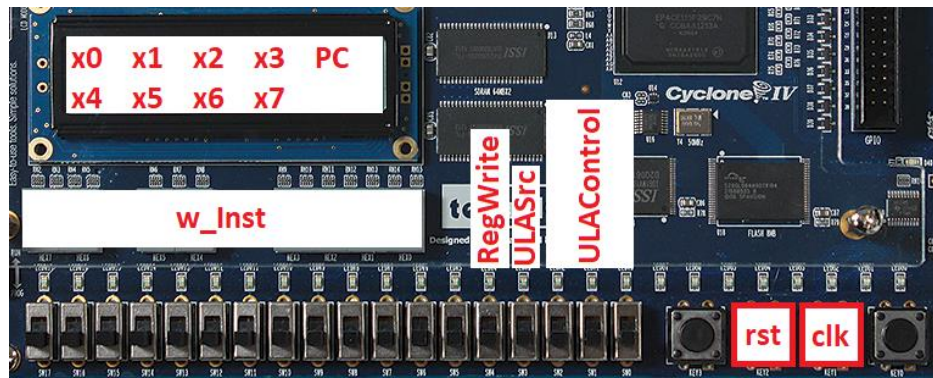

Figura 6 – Placa
- Faça uma pequena alteração no módulo RegisterFile. Crie 8 saídas auxiliares para visualizar externamente os valores de cada um dos registradores. Ao instanciar o módulo, faça as seguintes ligações: .x0(w_d0x0), .x1(w_d0x1), .x2(w_d0x2), .x3(w_d0x3), .x4(w_d1x0), .x5(w_d1x1), .x6(w_d1x2), .x7(w_d1x3). Nesse caso, o LCD deverá ficar conforme a Figura 6.